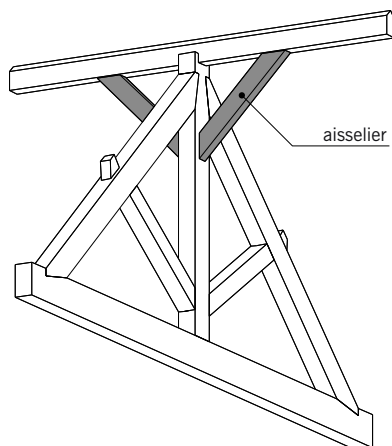

fig. 5.5
■ L'**aisselier** (fig. 5.5) : pièce oblique assurant la rigidité de l'angle formé par la panne faîtière et le poinçon. De manière générale, on appelle aisselier toute pièce destinée à renforcer un assemblage de charpente.